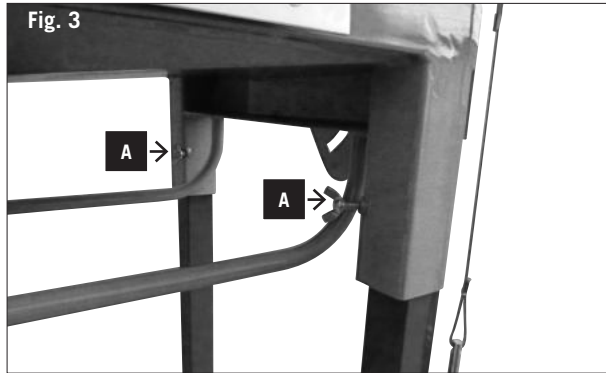

Fig. 3
- 2 Standfüße (3) in den Untergestellrahmen einführen und mit Flügelmuttern (A) sichern (Abb. 3).